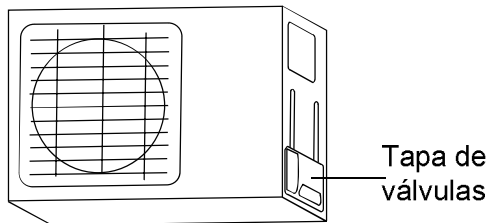

Fig. 5.9
1. Desatornillar la tapa de las válvulas del la unidad exterior. (Ver Fig. 5.9)